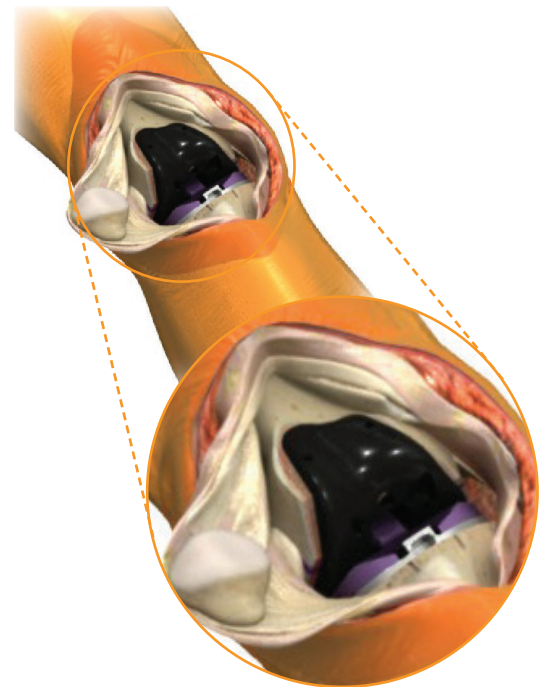

Figura 22a
- Use un cauterizador para marcar el lugar en el que están las líneas marcadas con láser en la superficie anterior de la tibia y así referenciar la rotación de la placa base (Figura 22a).